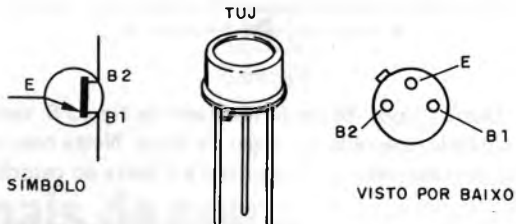

Figura 12
Como mostra a figura 12, este transistor possui duas bases (B1 e B2) e um emissor (E).